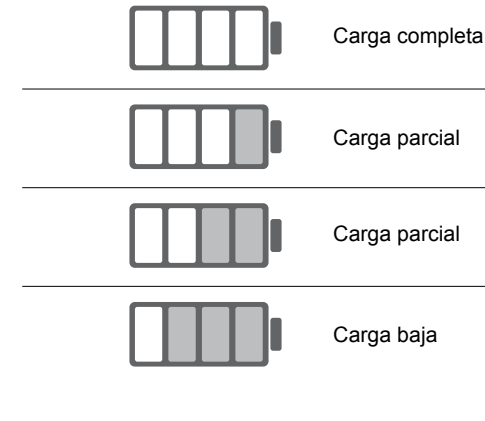

Figura 6 – Símbolos de estado de la batería
4. Verá el símbolo de carga (relámpago blanco) y el símbolo de estado de la batería parpadeando en la esquina de la pantalla. Este símbolo de carga le indica que EXOGEN está cargándose. Cargue EXOGEN hasta que aparezca una batería completamente cargada como símbolo de estado de la batería. (Figura 6)
Al usar EXOGEN, el símbolo cambiará para mostrar el nivel de batería reducido. Ver figura 6.